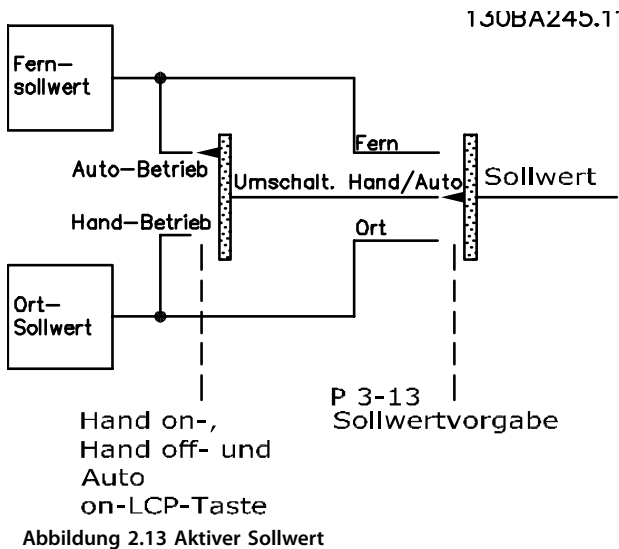

Abbildung 2.13 Aktiver Sollwert
- *Abbildung 2.13* veranschaulicht das Regelverfahren, das sich durch die Auswahl des aktiven Sollwerts (Ort oder Fern) ergibt.